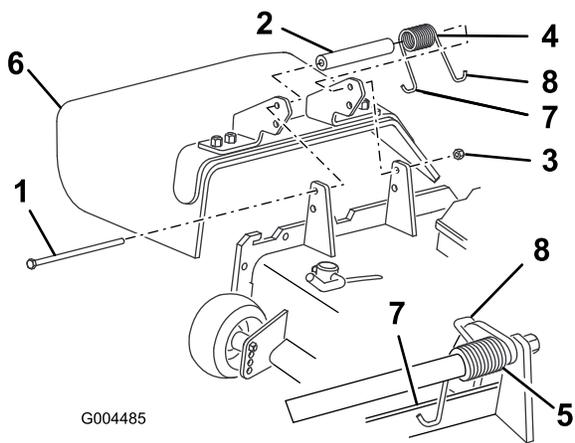

Figure 79
- Retirez le contre-écrou, le boulon, le ressort et l'entretoise qui fixent le déflecteur aux supports de pivot (Figure 79). Enlevez le déflecteur s'il est endommagé ou usé.
- Placez une entretoise et un ressort entre les supports du déflecteur d'herbe de rechange (Figure 79). Accrochez l'extrémité en J gauche du ressort derrière le bord du plateau.
Remarque: Accrochez l'extrémité en J gauche du ressort derrière le bord du plateau avant de mettre le boulon en place, comme indiqué à la Figure 79.
- Remettez le boulon et l'écrou. Accrochez l'extrémité en J droite du ressort au déflecteur d'herbe (Figure 79).